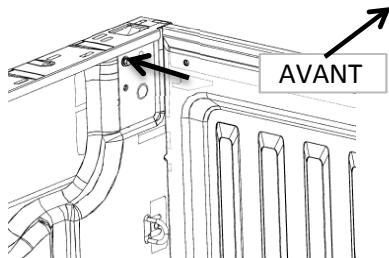

Fig. 3
- 3) Retirer et jeter boulon sur coin en haut comme indiqué sur figure 3 ainsi que le boulon identique du côté passage du camion.